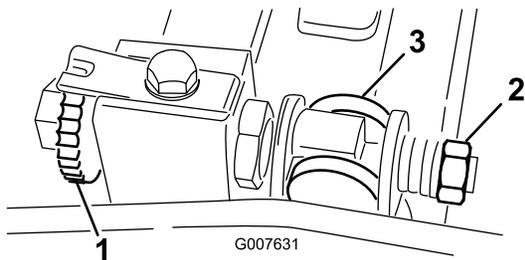

图61
1. 逆时针旋转底刀架调节螺丝将底刀后撤离开滚刀 图61。
2. 退出弹簧加压螺母直到垫圈不再对底刀架 图61 施压。